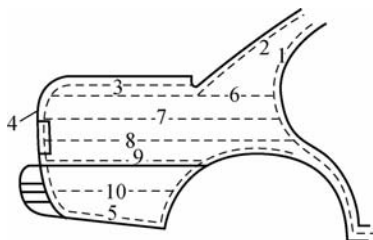

图 8-76 后翼子板的喷涂顺序
(3)后翼子板。首先喷涂边缘,然后站在面板的中间,以一个长的连续的行程喷涂面板。如果无法一次完成,就将这个区域分成两个部分。使用这种方法时,一定要特别注意中间的重叠。如果重叠的涂料太多,将会发生垂挂。后翼子板的喷涂顺序如图 8-76 所示。